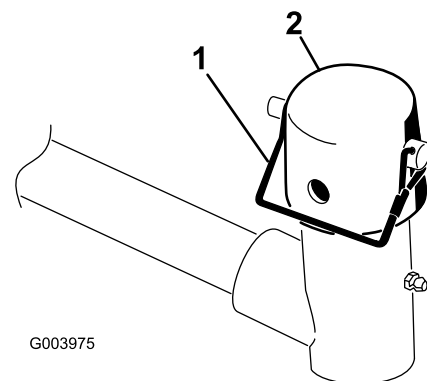

图9
7. 从提升臂轴轭上拆下锁扣销和中心盖（图9）。
11. 使用保险销将中心盖和承载架轴固定到提升臂枢（图9）。